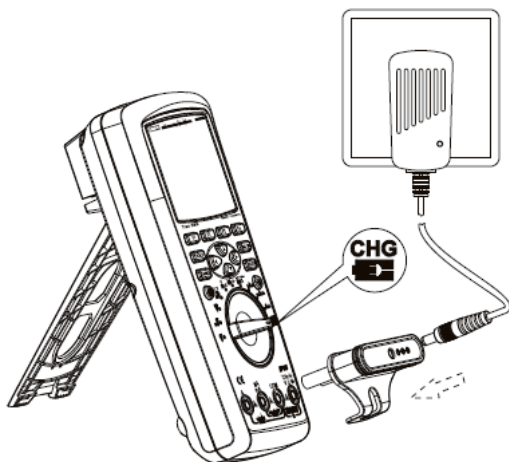

Figura 18
2. Conecte o adaptador no dispositivo, o conector da fonte no adaptador e alimente através de uma fonte 110 ~ 240 V, 50/60Hz. Conforme **Figura 18**.